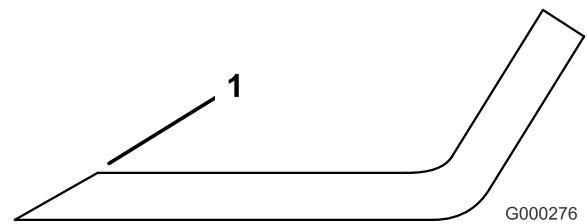

Figura 89
3. Inspeccione los filos de todas las cuchillas. Afílelos si están romos o tienen mellas. Afílelos únicamente la parte superior del filo y mantenga el ángulo de corte original para asegurar un filo correcto (Figura 89). La cuchilla permanecerá equilibrada si se retira la misma cantidad de metal de ambos bordes de corte.